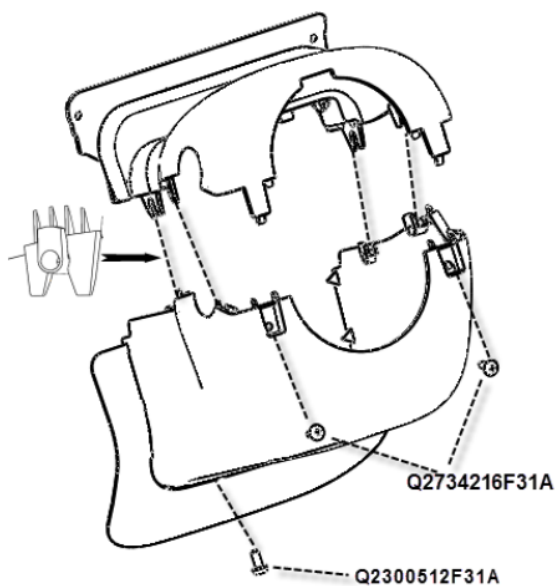

图 1.5.10 组合开关下护板拆卸示意图
- (1) 双手放在图 1.5.10 所示箭头位置, 沿箭头方向缓慢拔该零件直至装配处结构都脱开。